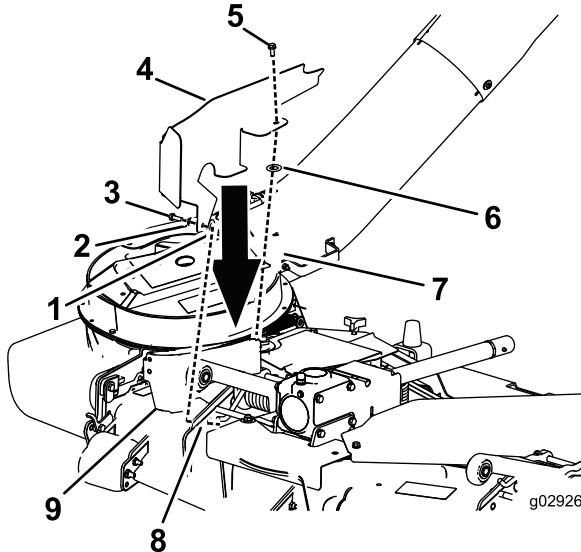

Figura 11
2. **Para modelos com o sistema de recolha de relva instalado:** Instale o resguardo direito (Figura 11).